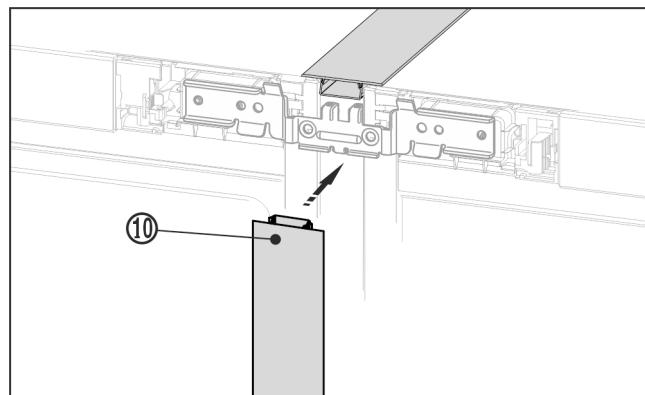

Fig. 22
- ▶ Na sprednji strani potisnite dolgo zaključno letv Fig. 22 (10) v navpično režo. Pazite pri tem, da bo letv stala na povezovalni plošči.